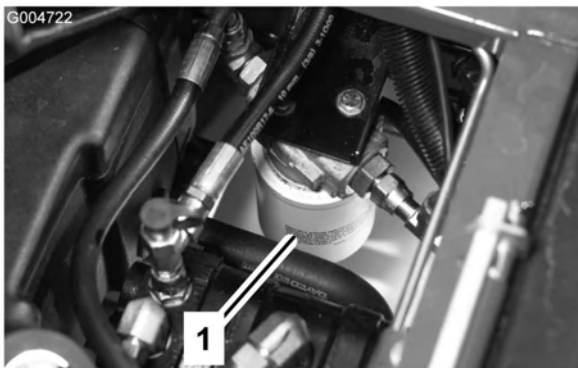

Bild 70
2. Reinigen Sie den Anbaubereich des Filters. Stellen Sie eine Auffangwanne unter den Filter und entfernen den Filter (Bild 70).